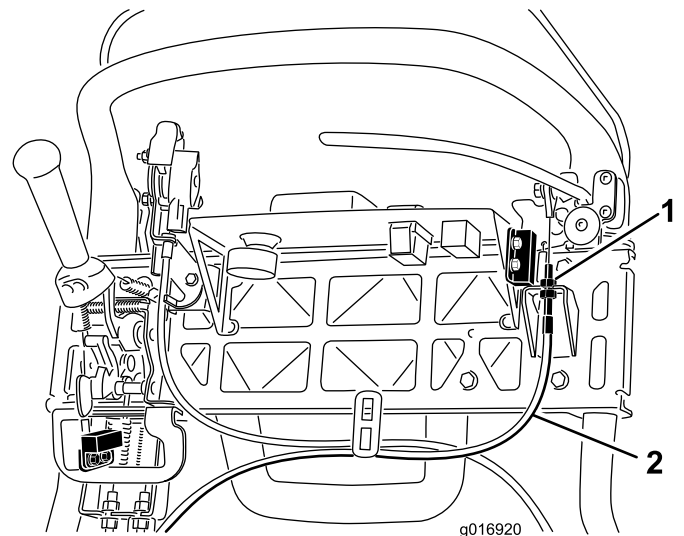

Figure 41
4. Pour accroître la tension du câble, desserrez l'écrou de blocage supérieur et serrez l'écrou de blocage inférieur du câble (Figure 41) jusqu'à ce qu'il soit nécessaire d'exercer une force de 156 N sur la poignée du levier de frein pour débloquer le verrou du frein de stationnement. Ne tendez pas le câble au point que la bande du frein frotte en permanence.